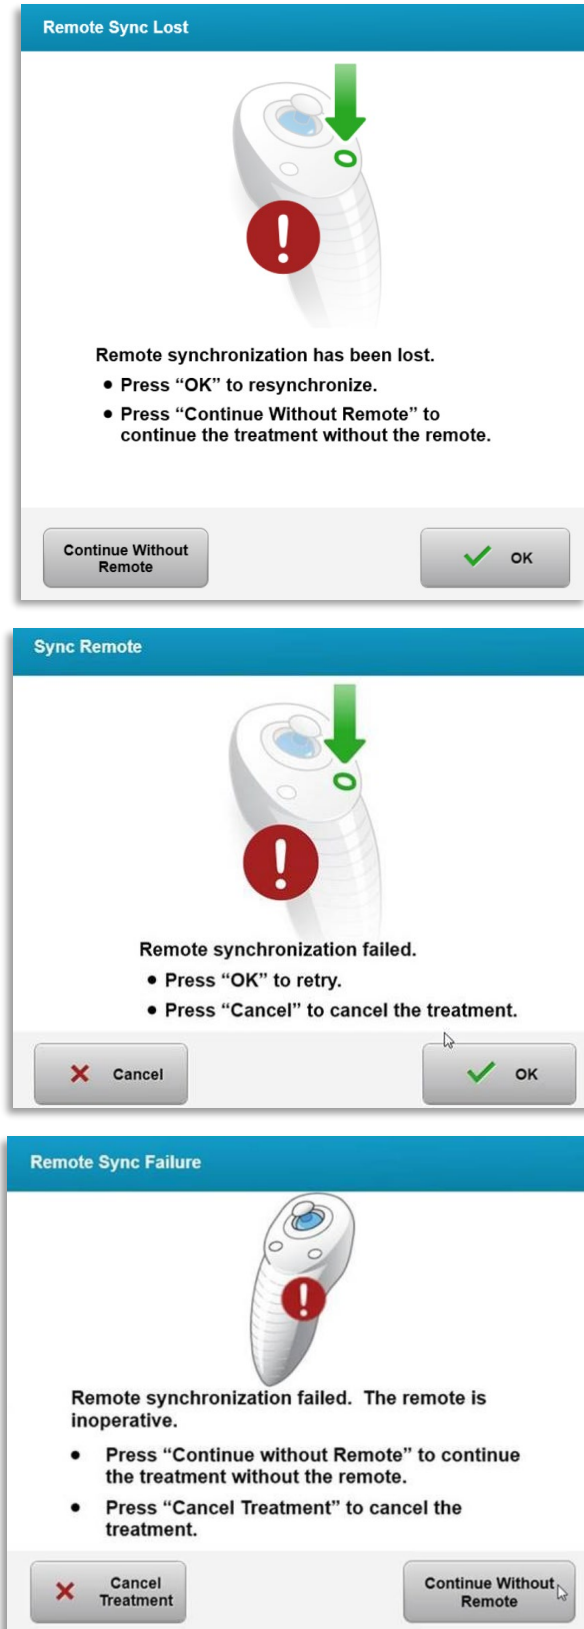

Figura 4-2. Sincronización perdida con el mando de alineación – Mando a distancia original
- La figura 4-1 muestra la guía en pantalla para los sistemas KXL en los que se utiliza el mando a distancia original. La figura 4-2 muestra la guía en pantalla para los sistemas KXL en los que se utiliza el mando a distancia actualizado.